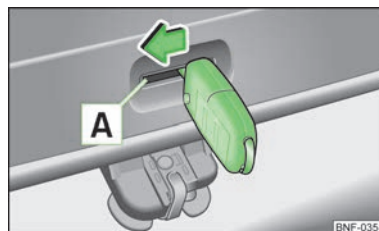

Bild 17
- Stick in bilnyckeln eller ett liknande verktyg i öppningen  » bild 17 i luckans panel tills det tar stopp.